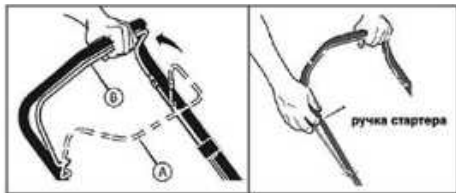

Рис. 7 Запуск двигателя
3. Встаньте позади газонокосилки и нажмите на рычаг остановки двигателя левой рукой (положение В), правой рукой возьмите ручку стартера (Рис.7).
Для остановки двигателя отпустите рычаг 5 (Рис.7 положение А) остановки двигателя.